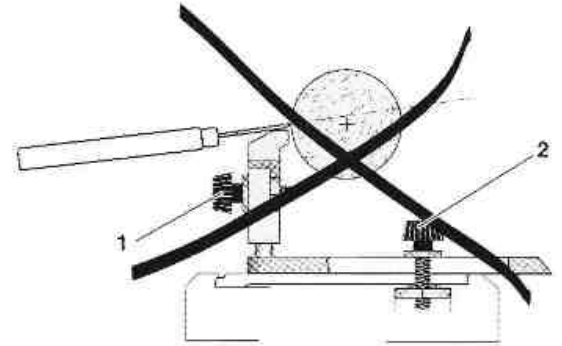

Fig. 9
2. Суппорт 1 (рис. 9) отрегулировать таким образом, чтобы расстояние до обрабатываемого изделия составляло ок. 2 мм.
4. При обточке держите резец согласно указаниям на рис. 9.